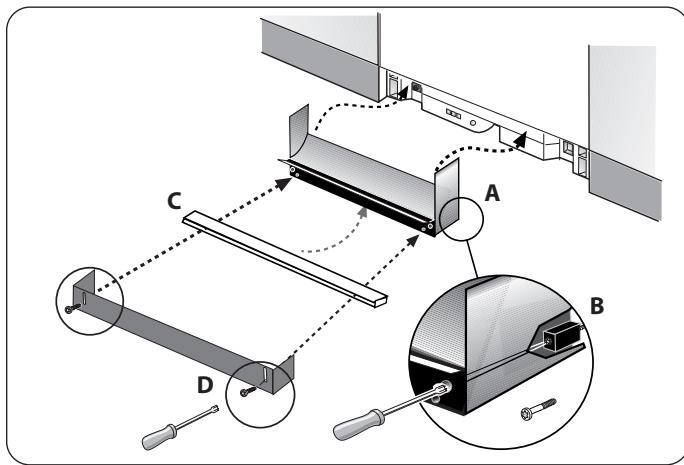

Figure 31
- 1) Placer la pièce base sous et vers le haut du panneau inférieur avant du lave-vaisselle comme à la figure 31.
- 2) Insérer les vis de pièce de base (figure 1, lettre O) dans la pièce débase, figure 31, lettre B. Serrer les vis de pièce de base.
- 3) Placer la bande isolante en coton (figure 1, lettre C) sous l'appareil entre le bas de la pièce de base et le plancher comme à la figure 31, lettre C.
- 4) Placer le panneau inférieur sur la bande isolante en coton et utiliser les vis du panneau (figure 1, lettre N) pour maintenir le panneau en place comme à la figure 31, lettre D.